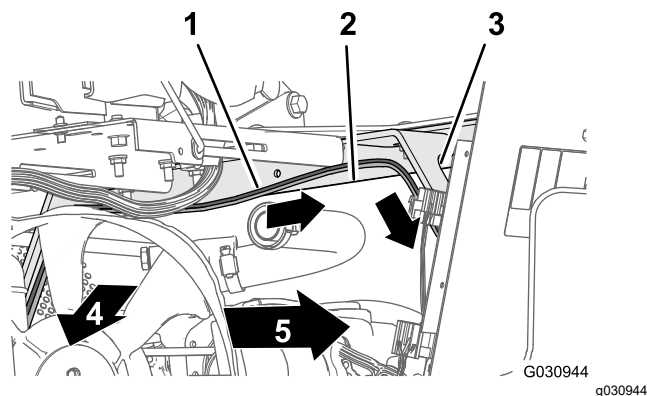

**Figura 109**
1. Enrute la rama de 165 cm (65") del arnés de cables hacia arriba y a la parte trasera del compartimento del motor, por el soporte derecho de la cubierta del motor, por delante del conducto que conecta el filtro de aire y el motor (Figura 109).